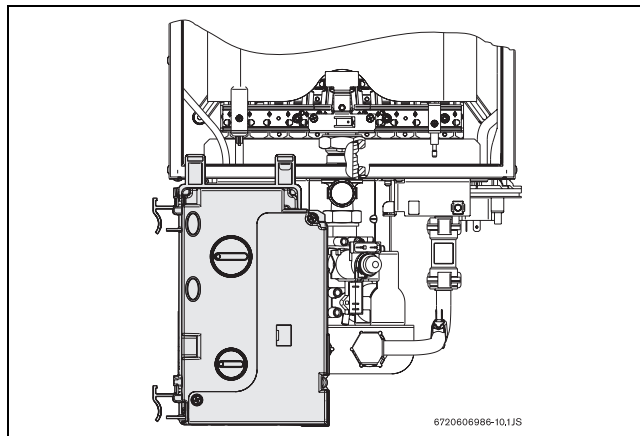

Fig. 24 Tableau électrique - position de réglage de gaz
- ▶ Une fois le tableau électrique retiré, positionnez-le conformément à la Fig. 24.